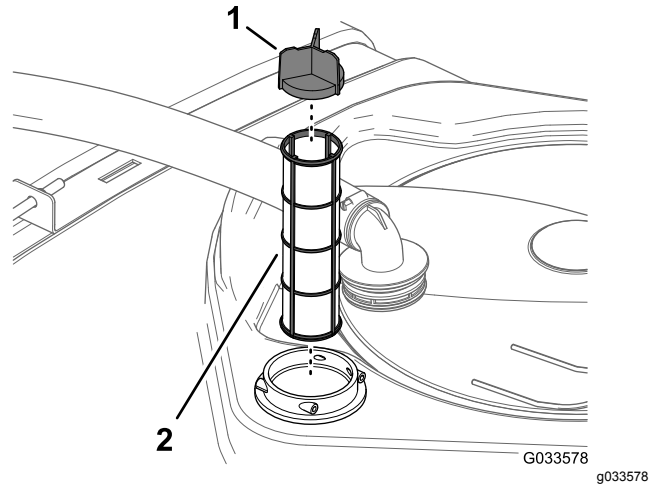

Bild 47
4. Ziehen Sie das Saugsieb aus dem Filtergehäuse im Behälter (Bild 47).